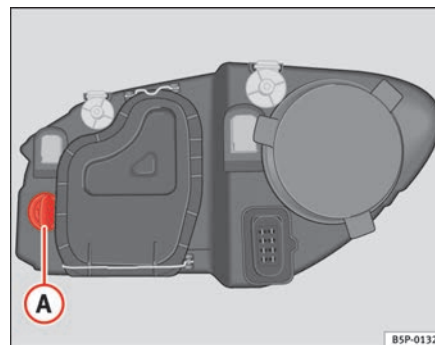

Fig. 163 Lámpara luz intermitente
- Gire el portalámparas ⇒ fig. 163 **A** a la izquierda y tirar.